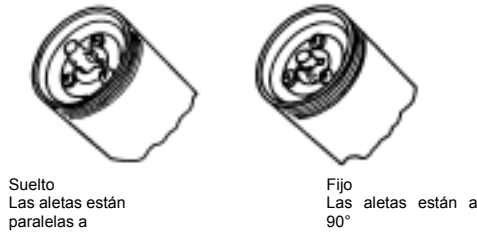

Fig 4
Importante - el seguidor deberá estar "fijo" en la varilla (véase Fig 4)
b) Burbuja de aire – Grasa muy viscosa o fría.	2) "Fijar" el seguidor a la varilla (fig 4.) y empujar el seguidor dentro del cartucho.
c) Asiento de bola sucio o dañada en el cabezal de descarga (10)	1) Sacar la válvula de retención (10)
d) Asiento de bola sucio o dañada en la válvula de retención (6).	1) Retirar el cabezal de descarga (6).